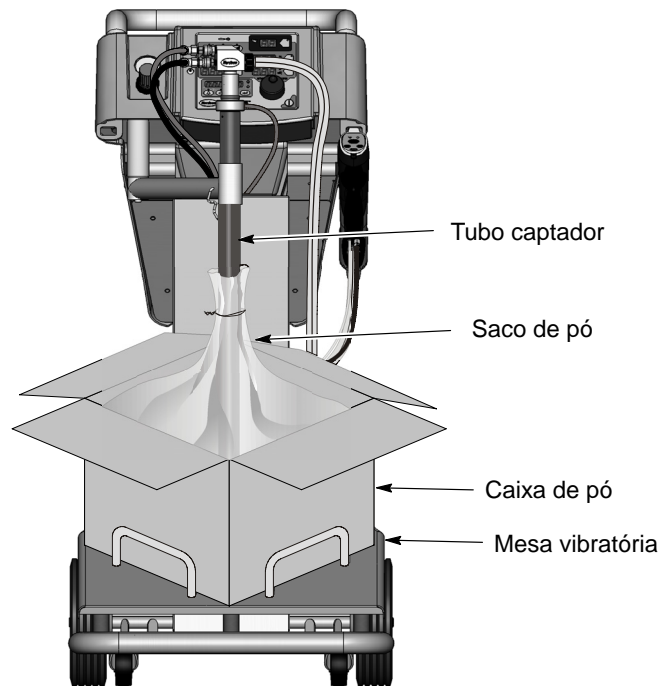

Figura 3-4 Montagem da caixa de pó
2. Consulte a figura 3-4. Coloque uma caixa de pó na mesa vibratória.